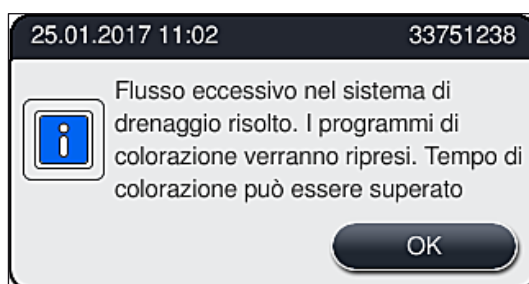

Fig. 119
5. Chiudere il coperchio dello strumento e confermare il messaggio informativo (→ "Fig. 119") premendo **OK**.